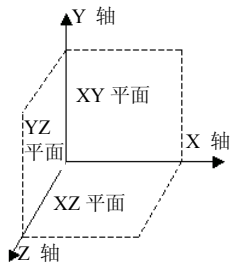

图 5.1.2 坐标系
- (1) 选取或定义一个用于定位的三维坐标系或三个垂直的空间平面，如图 5.1.2 所示。
- (2) 选定一个面（一般称为“草绘平面”），作为二维平面几何图形的绘制平面。
- (3) 在草绘面上创建形成三维模型所需的截面和轨迹线等二维平面几何图形。
- (4) 形成三维立体模型。
的(图 5.1.2),这三个平面的交点就是坐标原点,XY 平面与 XZ 平面的交线就是 X 轴所在的直线,XY 平面与 YZ 平面的交线就是 Y 轴所在的直线,YZ 平面与 XZ 平面的交线就是 Z 轴所在的直线。这三条直线按笛卡尔右手定则确定方向,就产生了 X、Y 和 Z 轴。